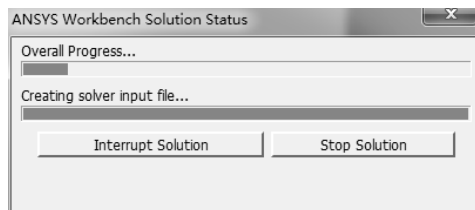

图 5-79 求解进度条
1) 单击工具栏上的【Solve】按钮  Solve ▾，启动求解，系统弹出进度条，表示正在求解。求解完成后进度条自动消失，如图 5-79 所示。